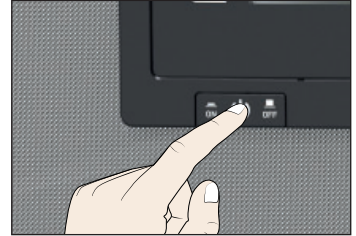

Abb. 15 Gerät einschalten
2. Gerät einschalten; dazu den Hauptschalter auf der Gerätevorderseite eindrücken (Abb. 15).